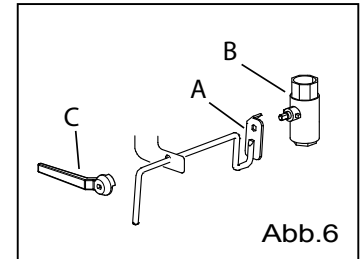

Abb.6
- Die Befestigung der Ventilstange aufschrauben und die Stange herausziehen (Abb. 6/A)
- Das Ventil abschrauben (Abb. 6/B)
- Falls vorhanden, den mitgelieferten Griff entfernen (Abb. 6/C) und Schraubensicherung auf das neue Ventil auftragen